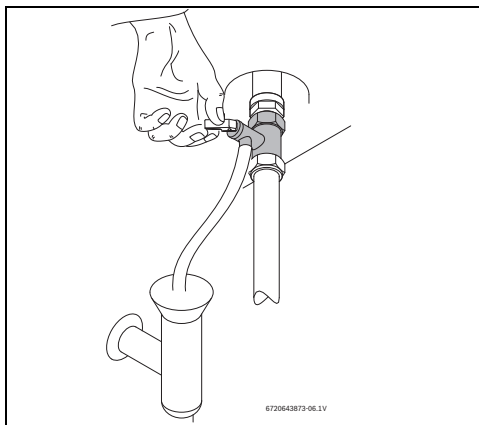

Fig. 15 Deschiderea manuală a supapei de siguranță
- ▶ Deschideți supapa de siguranță (Fig. 15).
- ▶ Deschideți manual supapa de siguranță cel puțin o dată pe lună (Fig. 15).